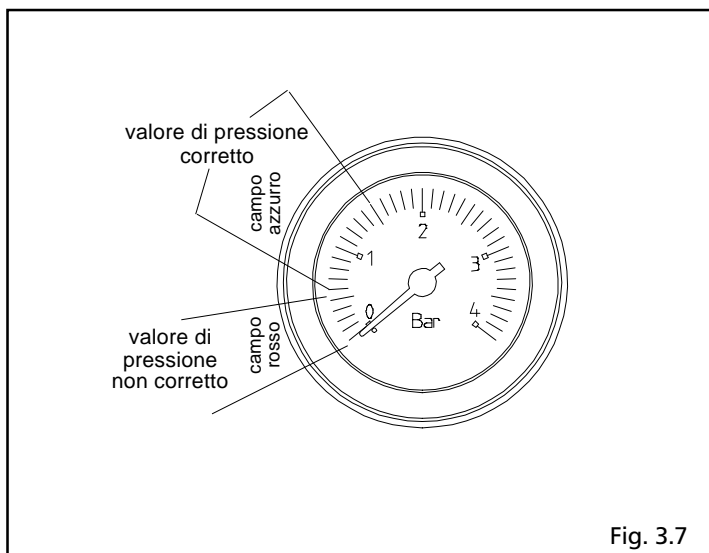

Fig. 3.7
- aprire di due o tre giri il tappo della valvola di sfogo aria automatica (A)
- aprire il rubinetto di riempimento esterno all'impianto fino a che la pressione indicata dall'idrometro arrivi a circa 1 bar (fig. 3.7).